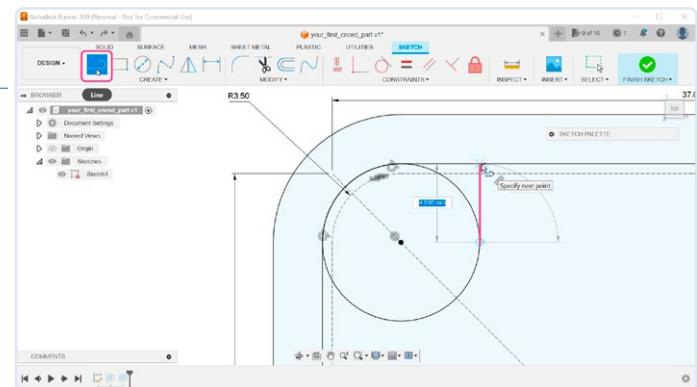

Figure 10. Mise en forme du support avec l'outil Line.
10. La zone entre le cercle et la paroi est très fine (figure 10) et sera difficile à fabriquer. Nous pouvons la fermer en dessinant d'autres formes avec l'outil *Line*. Dans la barre d'outils, sélectionnez l'outil *Line* et déplacez le curseur sur le centre du cercle. Ensuite, continuez de déplacer le curseur de la souris vers la droite jusqu'à atteindre le bord du cercle. Dans cette position, dessinez le premier point de la ligne. Déplacez le curseur de la souris vers le haut jusqu'à ce que vous touchiez la paroi. Dans cette position, dessinez un deuxième point sur la ligne. Assurez-vous que le mouvement soit assez droit — ceci indiquera à Fusion 360 de fixer les limites automatiquement.